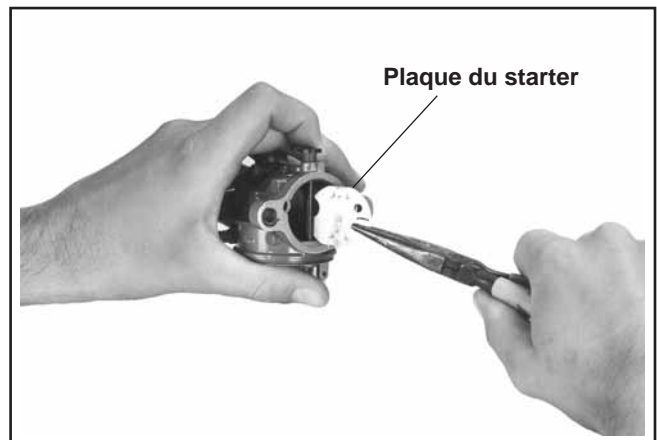

Figure 5-11. Dépose de la plaque du starter.
2. Saisir la plaque du starter avec des pinces. La sortir de la fente sur l'arbre du starter. Voir la figure 5-11.